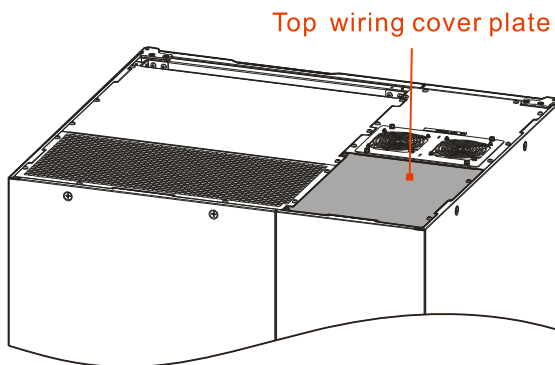

Рисунок 3.18 Расположение верхней крышки KR33300, KR33400, закрывающей зону электрических подсоединений
Step 2 С помощью крестовой отвертки открутите болты в верхней крышке (см. Рисунок 3.18) и снимите её.